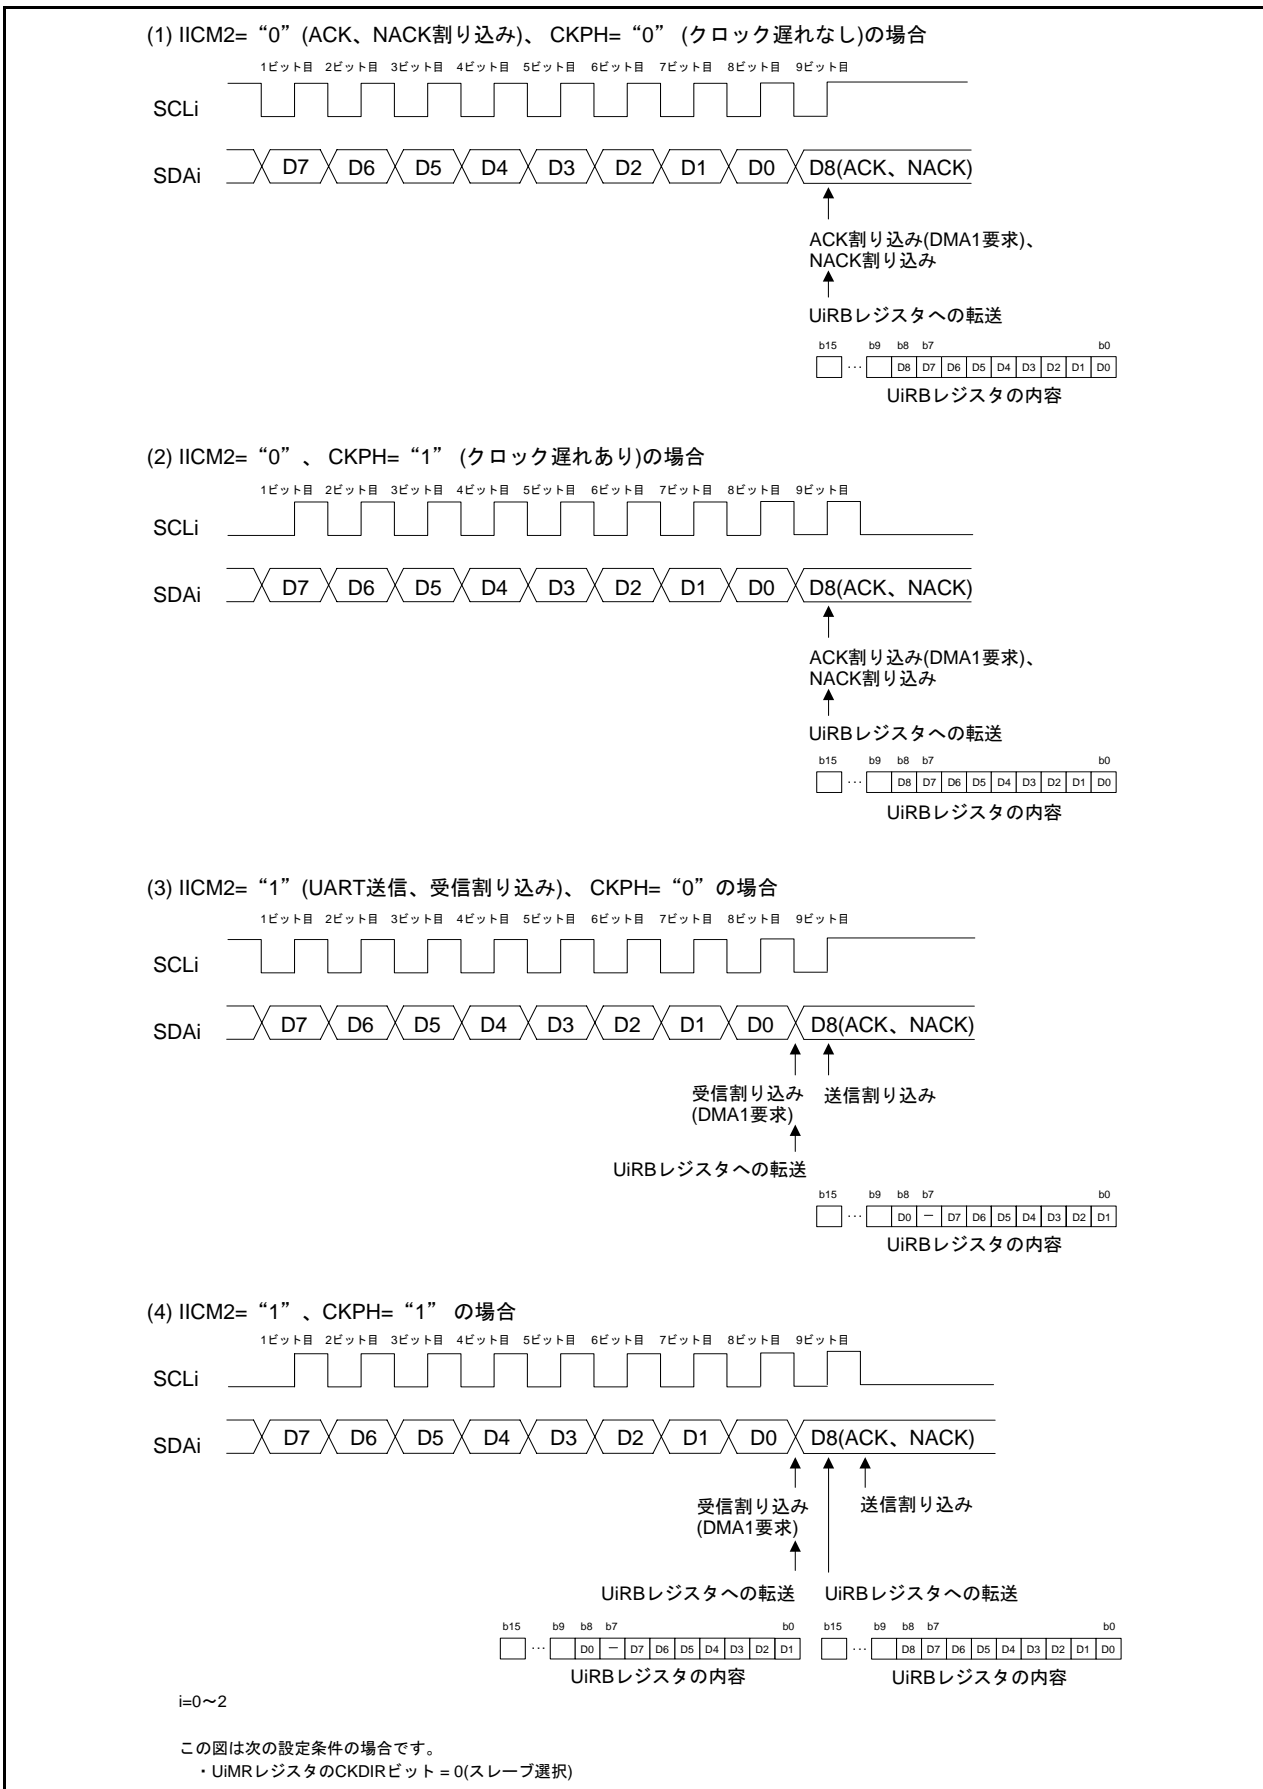

図 17.25 UIRBレジスタへの転送、割り込みのタイミング
- 注6. 「図 17.25 UiRB レジスタへの転送、割り込みのタイミング」参照。
「図 17.25 UiRB レジスタへの転送、割り込みのタイミング」に示すような転送クロックで送受信を行います。